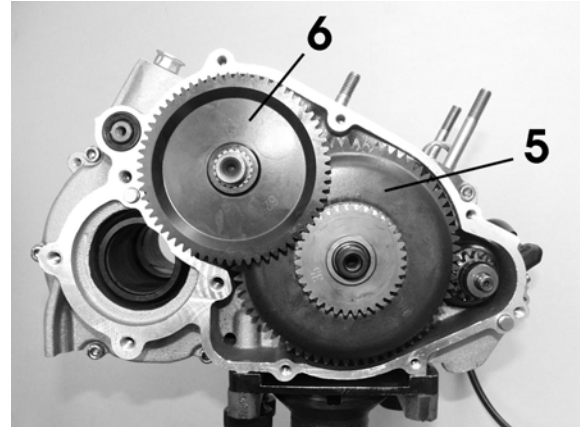

Bild 17
- ➔ Nehmen Sie das Antriebsrad (Pos. 5) - mit Kupplungstrommel verschraubt und das Sekundärrad (Pos. 6) ab und montieren Sie ein Zahnradpaar Ihrer Wahl. (Bild 17)